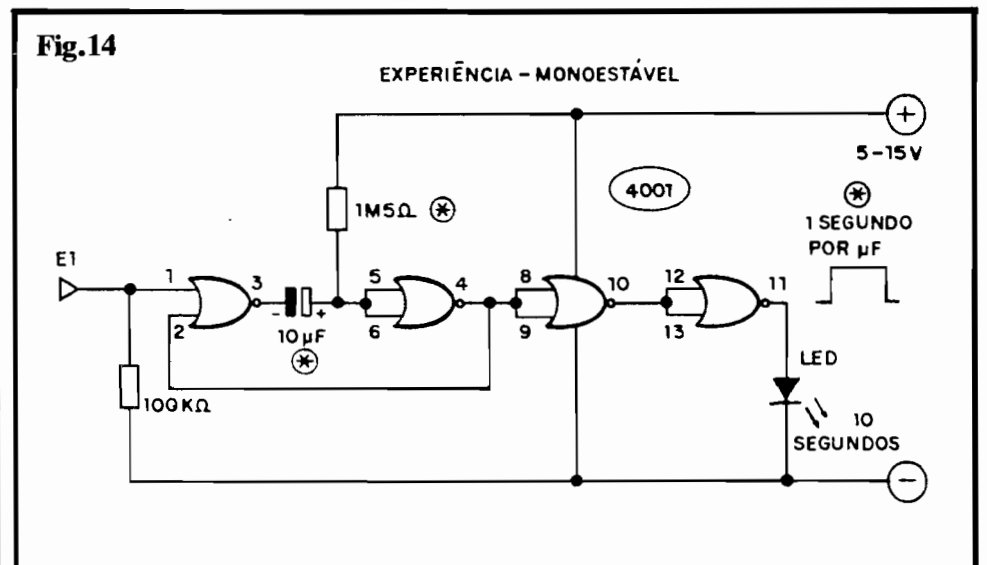

Fig.14
**- FIG. 14 - (EXPERIÊNCIA) - MONO-ESTÁVEL** - Faça a montagem do circuito experimental no **proto-board** (matriz de contatos), com atenção para a polaridade do capacitor eletrolítico... Note que, ao ser inicialmente energizado o circuito, o LED não acende... Por quê...? Faça um breve contato do ponto E1 (entrada de disparo) com a linha do **positivo** da alimentação... Note o imediato acendimento do LED e conte o Tempo de acendimento, confrontando-o com o eventual resultado "matemático" da fórmula já dada... Repita o comando de disparo várias vezes, contando e anotando os Tempos, verificando a "constância" desse parâmetro... Experimente "deixar" o ponto E1 ligado ao **positivo** e verifique o que ocorre com o período do MONO-ESTÁVEL, monitorado pelo acendimento do LED... "inverte" o LED, ligando seu **cátodo** ao pino 11 do 4001 e seu **ânodo** à linha do **positivo** da alimentação, repita as experiências sugeridas e verifique o "comportamento" do LED. Raciocine a respeito... Descubra "o quê" estão fazendo no circuito os **gates** delimitados pelos pinos 8-9-10 e 11-12-13... Substitua o capacitor original de 10µ por outros, de valores diversos, verificando qual a influência de tais modificações nos Tempos finais do MONO-ESTÁVEL...